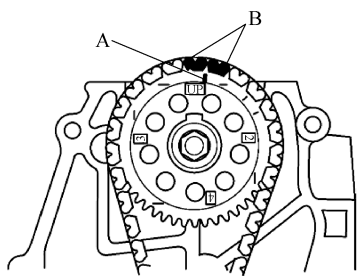

图 2-127 对齐凸轮轴与正时链正时标记
4) 将指针(A)与两个彩色链节(B)的中间对齐，将正时链安装在凸轮轴链轮上，见图 2-127。